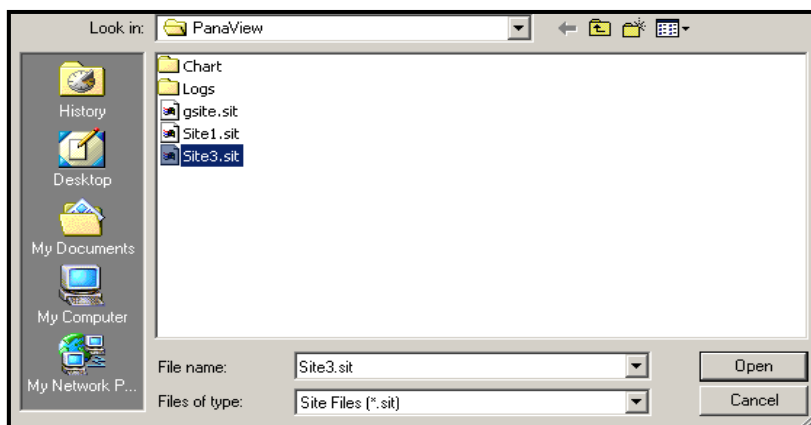

Figura 32: Selección de archivos del sitio
2. Luego haga clic en el botón *Guardar sitio en el medidor*. Se abre una pantalla similar a Figura 32.
3. Se abre la ventana *Site File Selection (Selección de archivos del sitio)* (Figura 32 en la página 91). Resalte un sitio con la configuración deseada y haga clic en [Open (Abrir)]. PanaView guarda el sitio en el medidor con el nuevo nombre y la configuración deseada.
3. Se abre la ventana *Site File Selection* (*Selección de archivos del sitio*) (Figura 32 en la página 91). Ingrese el nombre del sitio deseado (ahora con el sufijo .prt) y haga clic en [Save (Guardar)]. PanaView muestra una versión de texto del sitio, como se muestra en Figura 34.